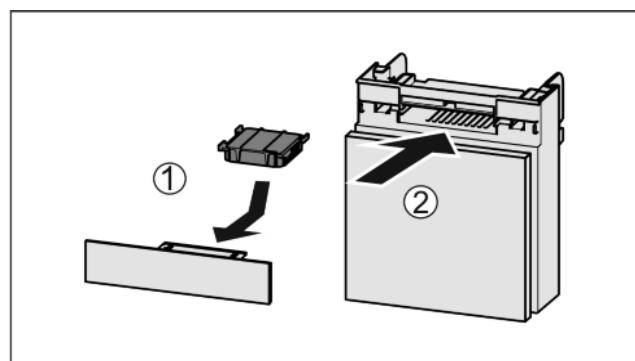

Fig. 36
- ▶ Поставете Fig. 36 (1) филтъра с активен въглен, както е показано на фигуранта.
- ▶ Вкарайте Fig. 36 (2) отделението.